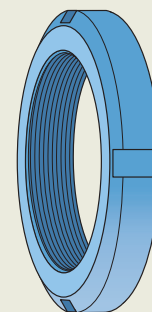

Fig. 2
- tienen cuatro ranuras equidistantes entre sí alrededor de su circunferencia para soportar una llave de gancho o de impacto (fig. 2).
- tienen cuatro ranuras equidistantes entre sí alrededor de su circunferencia para soportar una llave de gancho o de impacto (fig. 2)